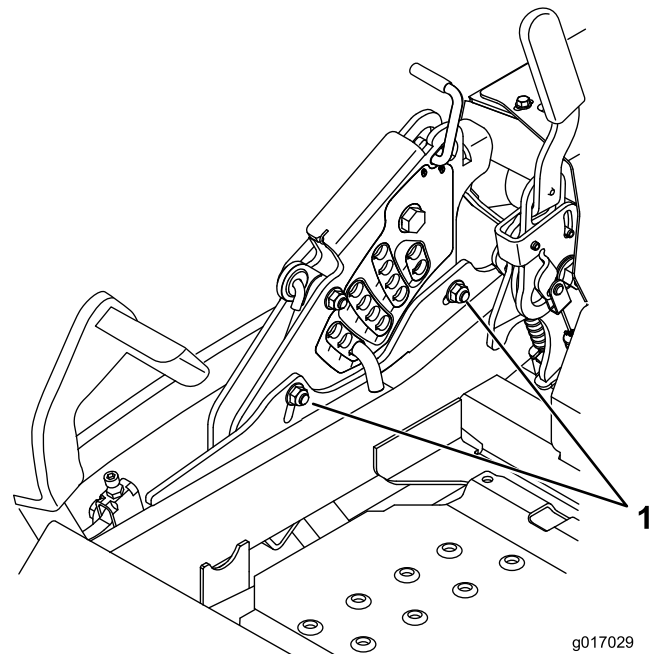

Bild 92
12. Zum Einstellen der zentralen Einstellung lösen Sie die zwei Schrauben unten an der Schnitthöhenplatte. Siehe Bild 92.
- Ziehen Sie die Schrauben unten an der Schnitthöhenplatte an (Bild 92). Ziehen Sie sie auf 37-45 N-m an.